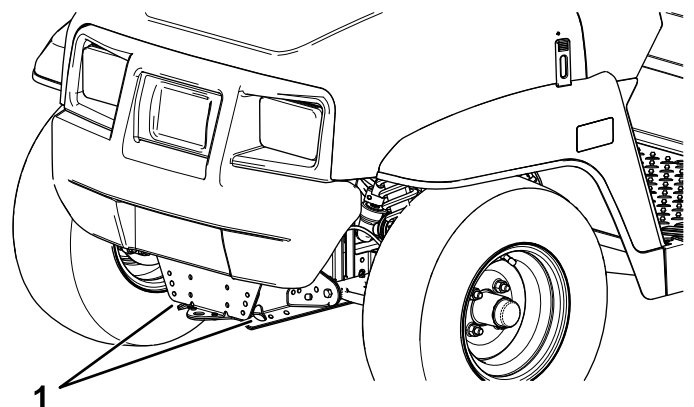
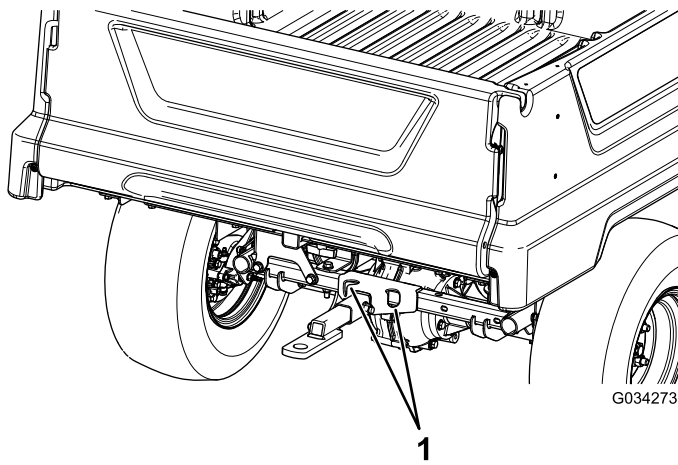

Figure 18
Figure 19
L'emplacement des points d'arrimage sur la machine est indiqué à la Figure 18 et la Figure 19.
2. Attachez un câble de remorquage à la flèche d'attelage à l'avant du cadre de la machine (Figure 18).